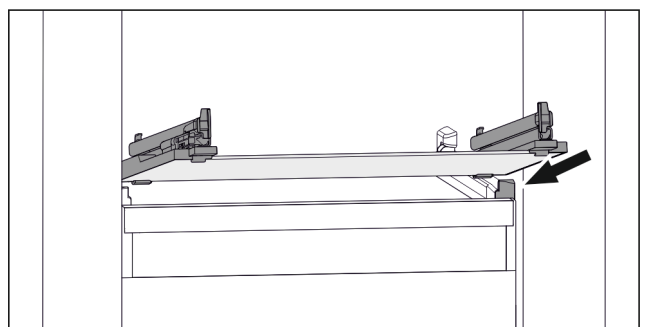

Fig. 60 Приблизне відображення скляної пластини
- ▶ Встановити скляну пластину за стопорами навкосо. (див. Fig. 60)